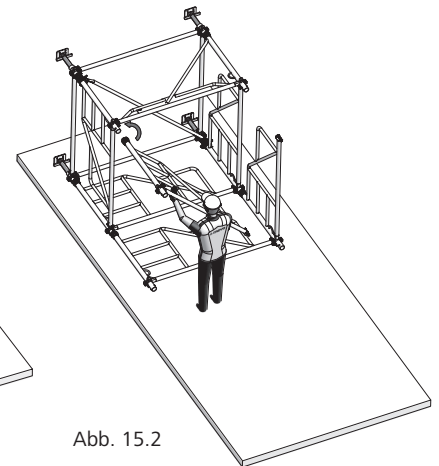

Abb. 15.2
3. Die Rahmen für die weiteren Ebenen montieren – immer unter 45 Grad von innen nach außen (Abb. 15.2).